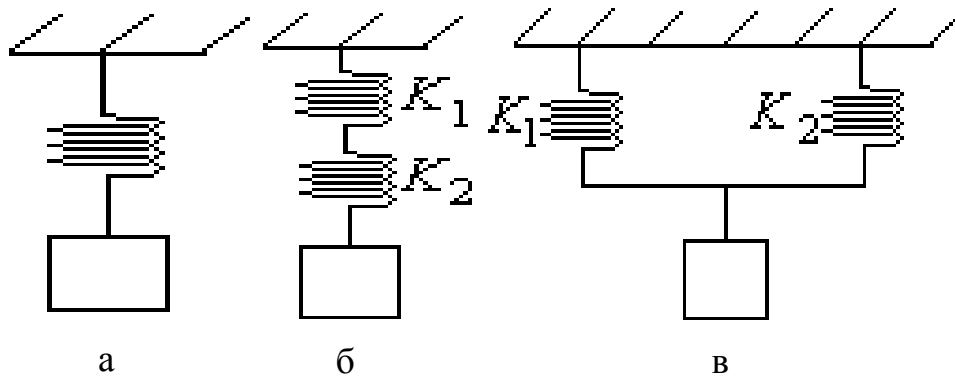

Рис. 1.1
Система двух пружин с разными коэффициентами упругости, связанных друг с другом по схеме рис.1.1,б или 1.1,в представляет собой связанную систему с двумя степенями свободы. При колебаниях системы (рис.1.1,б) смещения у разных пружин в один и тот же момент времени не будут одинаковыми: $X_1 \neq X_2$. Во время колебаний будут изменяться одновременно две величины X_1 и X_2 , т.е. если мы резким толчком выведем из положения равновесия только нижнюю пружину, то возникшие колебания обязательно передадутся к верхней пружине. Поэтому при анализе колебаний мы обязаны учитывать одновременное движение обеих пружин. Подобная система имеет две степени свободы.
Характер биений в случае двух пружин во многом зависит от масс пружин и их упругости (упругих свойств). Чем меньше массы пружин, тем более гармоничными становятся колебания. Если пренебречь массами пружин, то систему пружинных маятников, изображенных на рис.1.1,б,в можно представить как пружинный маятник с одной степенью свободы, обладающий некоторым эффективным коэффициентом упругости.
1. Собрать схему (рис. 1.1.б) из пружин №1,2.
1. Собрать схему по рис.1.1, в для тех же пружин K_1, K_2 .